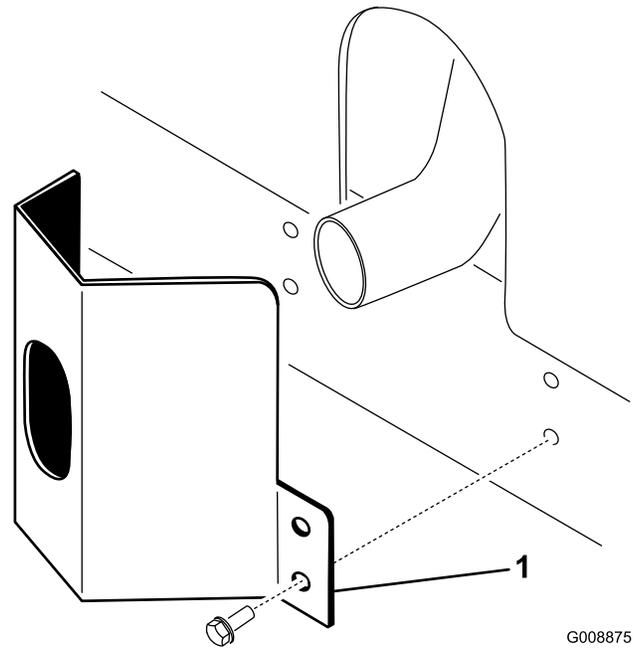

図 11
- 2. タップねじ本で固定する 図 11。
1. フレームについている取り付け穴に合わせてマフラー部にガードを取り付ける 図 11。